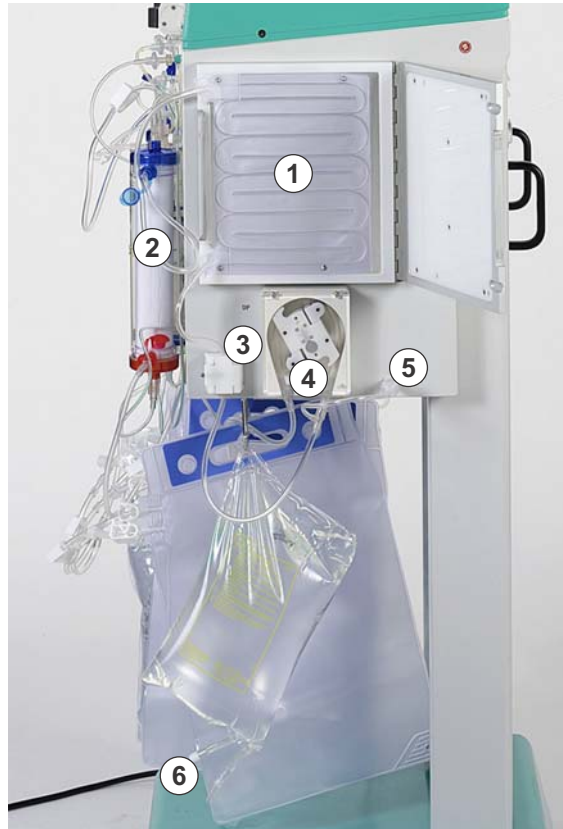

Abb. 4-14 Anbringen der Dialysierflüssigkeitsleitung
1. Wärmebeutel in den Plattenwärmer einlegen (Abb. 4-14, ①). Dazu die im Beutel vorhandenen Löcher nutzen.
2. Die blaue zulaufende Leitung an den Dialysator anschließen (Abb. 4-14, ②).
3. Die blaue zulaufende Leitung in den Dialysierflüssigkeitsluftdetektor (DAD, Abb. 4-14, ③) einlegen.
4. Pumpensegment der Dialysierflüssigkeitsleitung mit der blauen Markierung nach links in die Dialysierflüssigkeitspumpe (Abb. 4-14, ④) einlegen.
5. Druckaufnehmer (Abb. 4-14, ⑤) anschrauben.
6. Den Verteiler der Dialysierflüssigkeitsleitung an die vorbereiteten Dialysierflüssigkeitsbeutel (Abb. 4-14, ⑥) anschließen und die Brechsiegel öffnen.